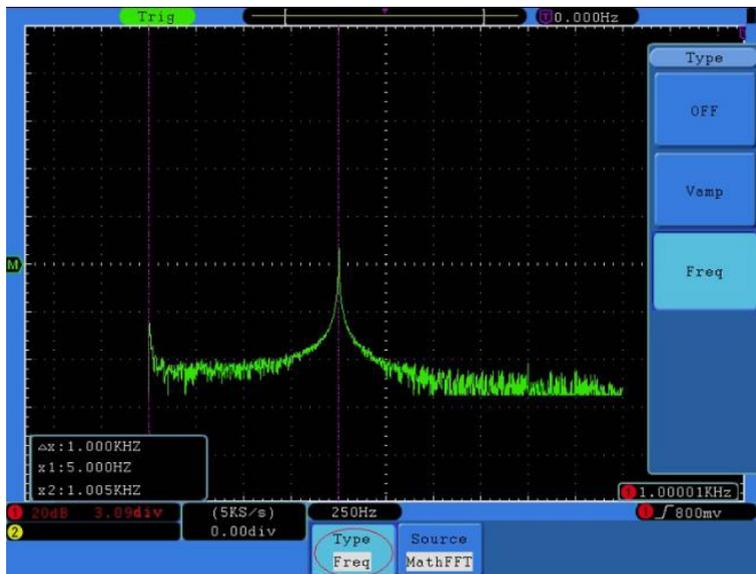

Рисунок 5.76. Вид осциллограммы при курсорных измерениях частоты сигнала в режиме FFT
3. В соответствии с особенностями измеряемой осциллограммы выберите положения курсора 1 и курсора 2 вращением регуляторов **VERTICAL POSITION** канала **CH1** и канала **CH2**. В окне в левом нижнем углу окна отображения осциллограммы показываются разность частот между курсорами и текущие значения положений обоих курсоров (см. рисунок 5.76).